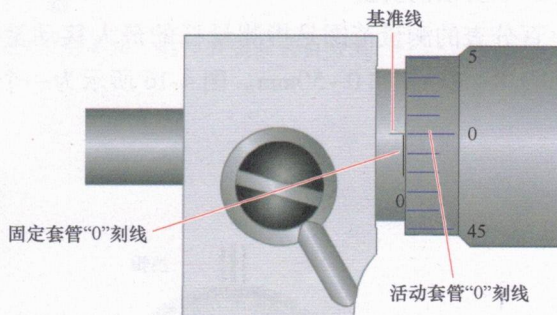

图 4-13 外径千分尺的零点校正
3) 外径千分尺零点校正：清理外径千分尺测定面，将标准量规（0~25mm 无标准量规）夹在砧座和测微螺杆之间，慢慢转动微调，当微调发出 2~3 次“咔咔”声后，即能产生正确的测定压力。此时，活动套管前端面应在固定套管的“0”刻线位置，且活动套管上的“0”刻线要与固定套管的基准线对齐，如图 4-13 所示。若两者中有一个“0”刻线不能对齐，则该外径千分尺有误差，应检查调整后才能继续测量。